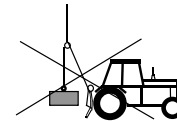

Abb. 5
- Die Winde darf zu keinem anderen Verwendungszweck eingesetzt werden, z. B. zum Lastheben. (Abb. 5)